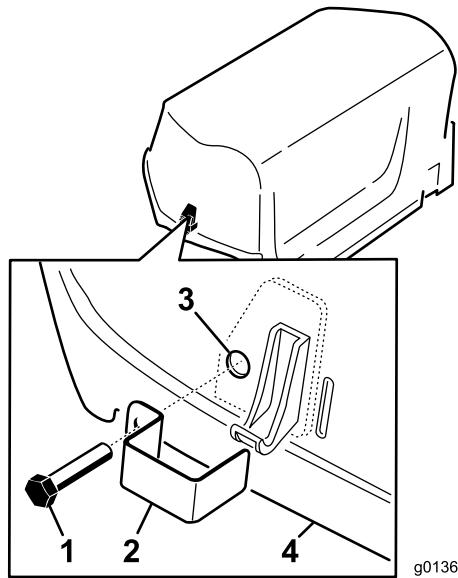

Рисунок 15
- Установите замок на фиксатор капота (Рисунок 15) с помощью самонарезающего болта (всего 2 шт.).